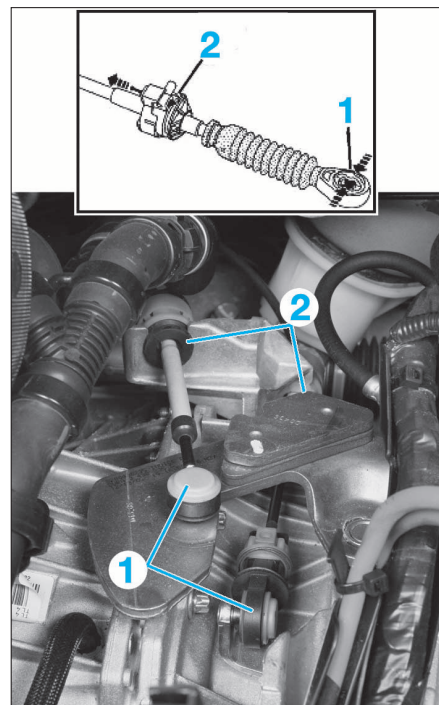

FIG. 4
- sur TL4, en agissant sur les rotules (1) puis en tirant les câbles (2) de leur arrêt de gaine (Fig.4).